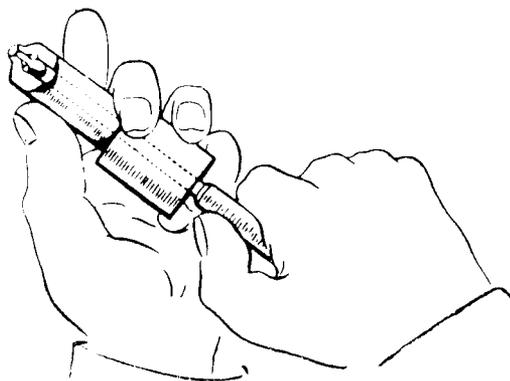

Fig. 11
b) la cavité de l'extrémité de l'injecteur (fig. 11) ;